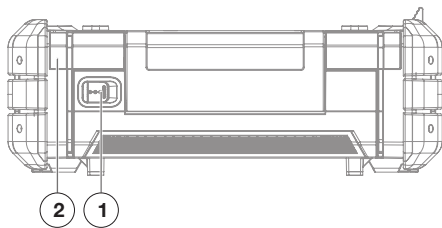

Figur 1. Frontvy
1. Öppna det övre utrymmet för att ta ut AC/DC-nätadaptern (se figur 1 och 3).